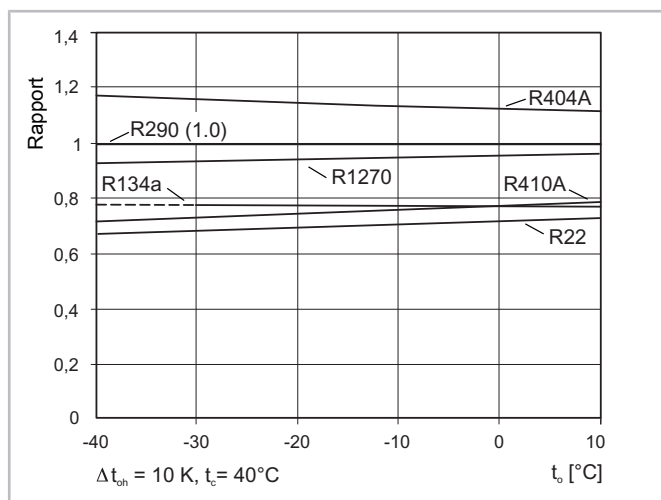

Fig. 6: Débit de liquide de différents fluides frigorigènes par rapport à R290 avec une puissance frigorifique identique
- Dimensionnement de la conduite de liquide identique à celui pour R22 (flux volumétrique de liquide plus élevée, mais perte de pression plus faible due à une densité plus basse), voir figure 6, page 39.